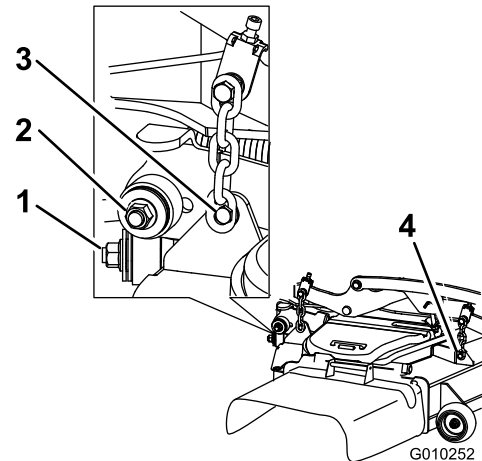

Figura 102
7. Retire y guarde los herrajes de ambos lados de la carcasa, según se muestra en Figura 102.